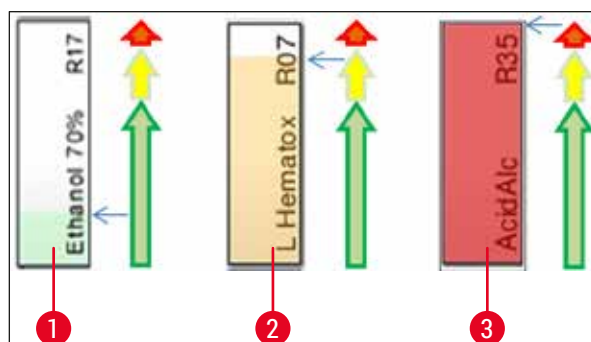

Bild 70
- En bakgrundsfärg (→ "Bild 70")
- Bakgrundsfärgen anger reagensens förbrukningsstatus (→ "Bild 70"). När reagensen är förbrukad stiger färgpelaren nedifrån och upp och ändrar färg beroende på förbrukningsstatus.